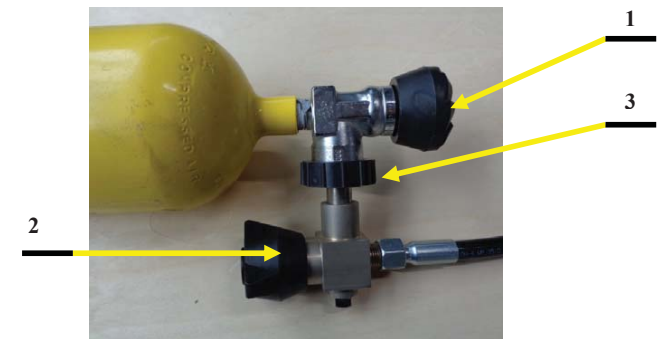

Рисунок 11
Присоедините баллоны к штуцеру заправочного вентиля компрессора (рисунок 11), завернув резьбовой заправочный штуцер в резьбовое отверстие баллона вращая маховик 3 по часовой стрелке. Одновременно можно подсоединить от 1 до 4 баллонов.
- откройте заправочный вентиль, вращая маховик вентиля 1 (рисунок 11), против часовой стрелки до упора;
После того как будет достигнуто необходимое давление в баллоне и компрессор остановится, вначале перекройте вентиль баллона, вращая маховик вентиля баллона 1 (рисунок 11) по часовой стрелке, а затем заправочный вентиль компрессора, возвратив маховик 2 в положение «закрыто».